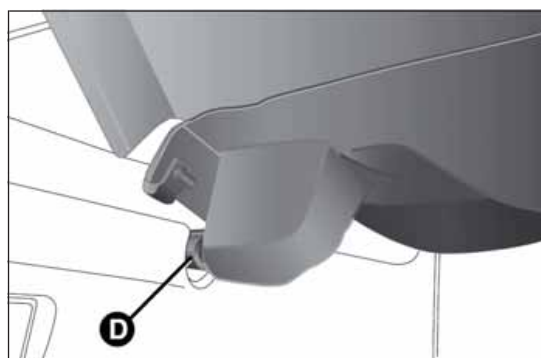

Abb. 85
- Die Zapfen C Abb. 85 außerhalb der Ablage befreien und dann die Hutablage B nach oben ziehen;